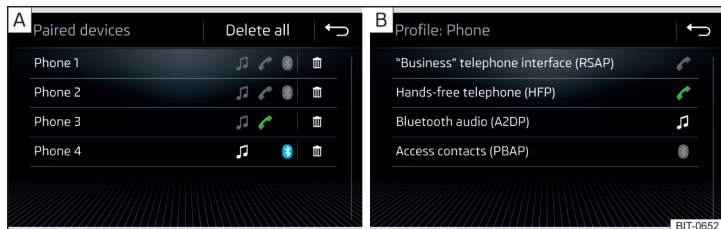
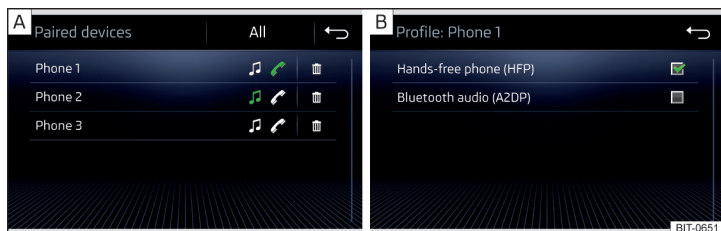

Abb. 192 Infotainment Columbus: Liste gekoppelter externer Geräte / Liste verfügbarer Bluetooth®-Profile
Abb. 193 Infotainment Swing: Liste gekoppelter externer Geräte / Liste verfügbarer Bluetooth®-Profile
In der Liste gekoppelter externer Geräte können bei den einzelnen externen Geräten folgende Symbole der Bluetooth®-Profile erscheinen » Abb. 192 bzw. » Abb. 193 - A.
- Das gewünschte Profil in der Liste verfügbarer Bluetooth®-Profile auswählen » Abb. 192 bzw. » Abb. 193 - B.
» Abb. 192 bzw. » Abb. 193 - [B].